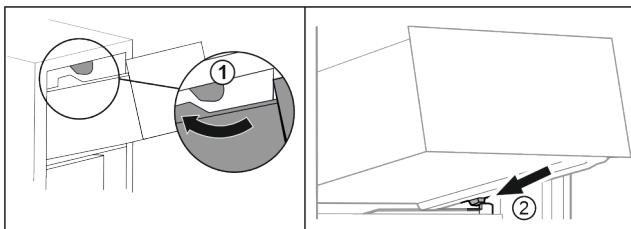

Fig. 74
- Обведите выдвижной ящик вокруг верхнего стопора. Fig. 74 (1)
- Наклоняя вниз, установите выдвижной ящик за нижние стопоры на контейнерное ребро. Fig. 74 (2)